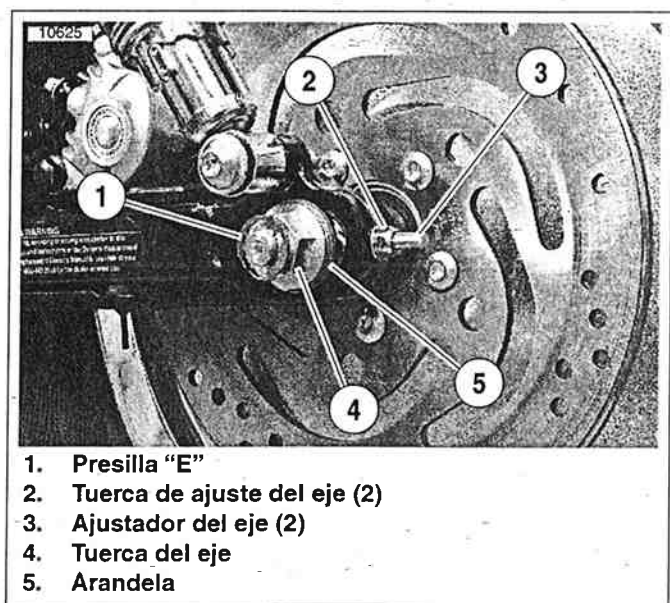

Figura 1-46. Eje trasero y ajustadores
1. Vea la Figura 1-46. Quite y deseche la presilla "E" (1).
2. Afloje la tuerca del eje (4) trasero.
3. En el lado de la horquilla trasera que tiene la distancia mayor del perno de pivote del brazo oscilante al centro del eje, gire la tuerca (2) en el espárrago ajustador del eje (3) a la izquierda para acortar la distancia. Ajuste el eje hasta que las medidas de alineación en el lado derecho e izquierdo sean iguales.